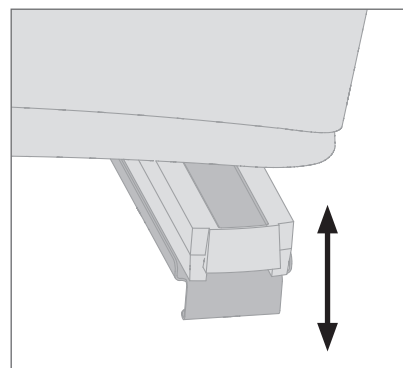

Ilustración 11. Tire hacia abajo el compartimento de la batería
1. Tire hacia abajo del asa del compartimento de la batería para poder acceder a esta (véase la ilustración 11).
1. Asegúrese de que el compartimento de la batería está en la posición baja (véase la ilustración 11).